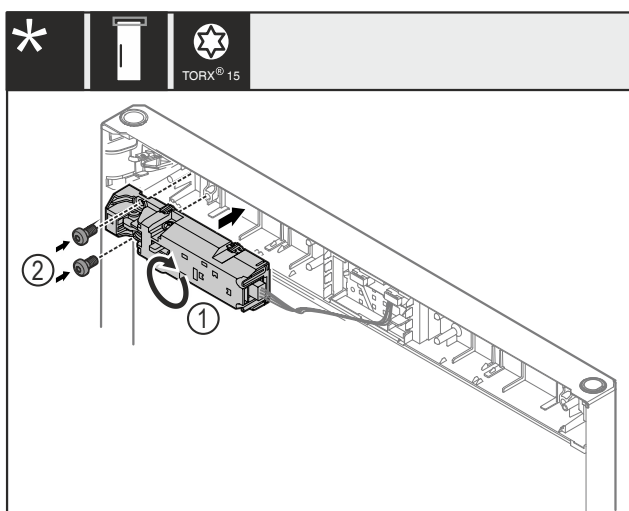

Fig. 23
- ▶ Obrócić zdalną blokadę Fig. 23 (1) o 180° i zamocować po przeciwnej stronie.
- ▶ Zamocować zdalną blokadę Fig. 23 (1) śrubami Fig. 23 (2).